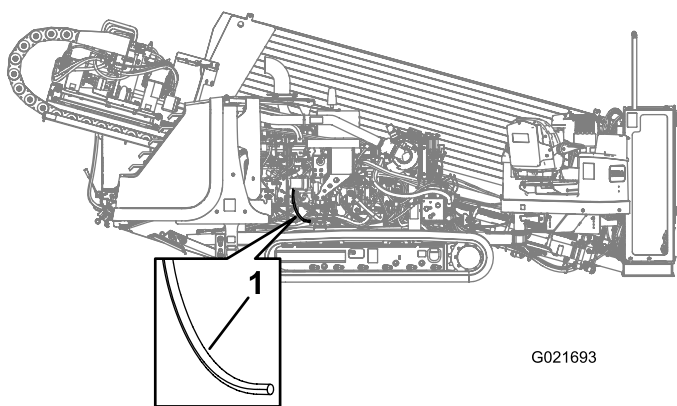

Рисунок 112
3. Осторожно вытяните вентиляционную трубку картера двигателя наружу (Рисунок 112).
4. Очистите конец вентиляционной трубки картера двигателя (Рисунок 112).